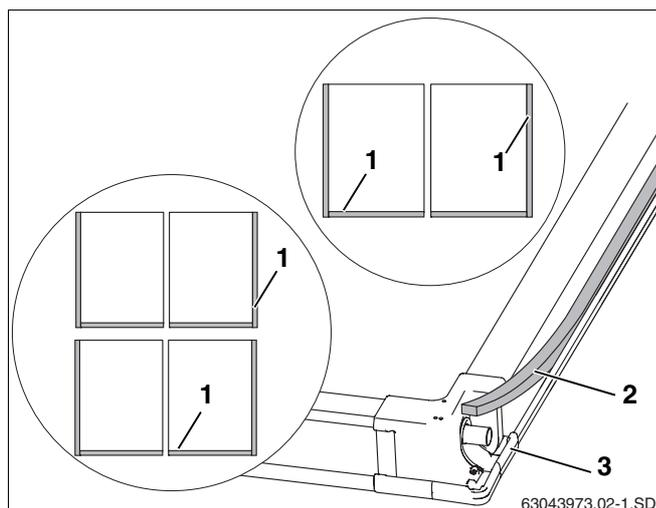

Fig. 21 Lato posteriore del collettore
I collegamenti tra le lamiera di copertura laterali e inferiori e i collettori (fig. 21, **pos. 1**) devono essere ermetizzati con il nastro sigillante.
- Disporre il nastro sigillante (fig. 21, **pos. 2**), con il lato adesivo davanti, nella parte inferiore dell'impugnatura sui lati esterni dei collettori esterni (fig. 21, **pos. 1**); eseguire l'operazione per ogni collettore, inclusi i raccordi ad angolo (fig. 21, **pos. 3**).